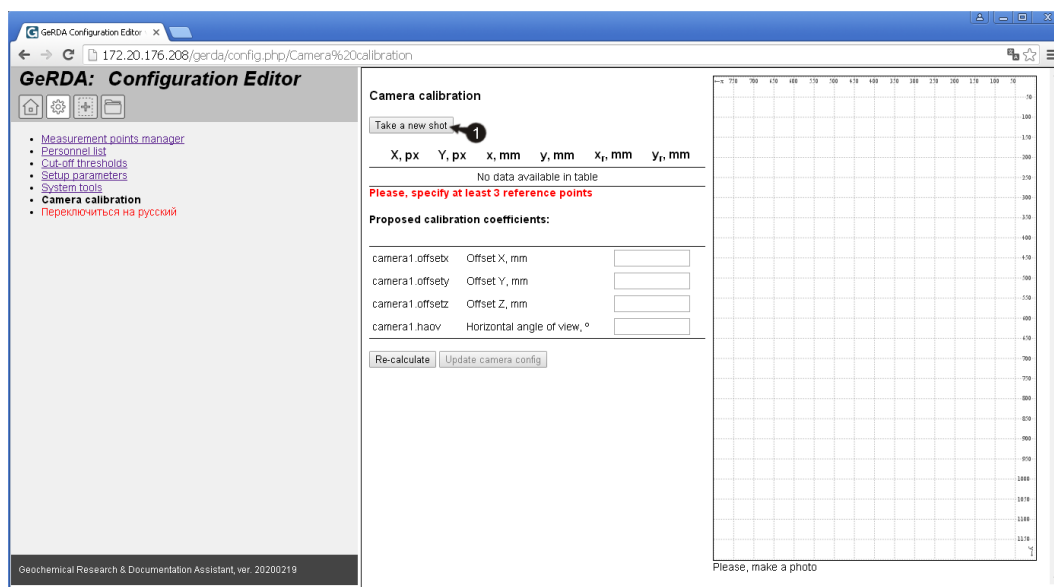

Рис. 8. Редактор настроек: калибровка фотокамеры камеры. Шаг 1. 1 – Кнопка “Сделать фотографию”.
1. Закрепить фотокамеру общего вида сверху, нанести пометки на поверхности рабочего стола (например, на малярной ленте) для привязки этих точек к фотографии. Нажать кнопку “Сделать фотографию” (рис. 8, поз. 1).